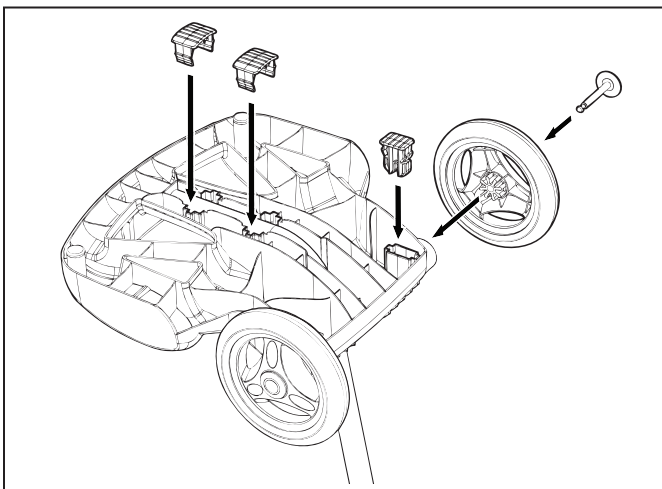

Figure 5. Encliquez les blocs de support et attachez les roues
- Enclenchez deux blocs de support en place (Figure 5).
- Faites glisser l'axe et la pièce d'emboîtement au centre de la roue et fixez-les à l'unité de base. Enclenchez la bride de verrouillage en place pour fixer la roue. Répétez l'opération pour attacher les deux roues (Figure 5).